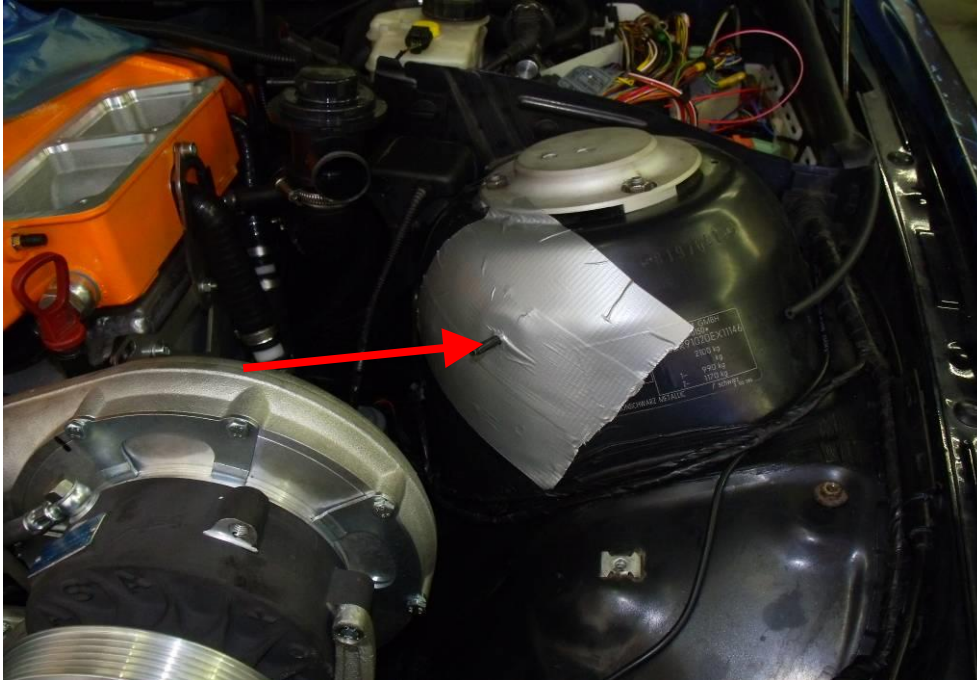

Abbildung 2
- Bolzen (Pfeil Abbildung 2) absägen und plan feilen